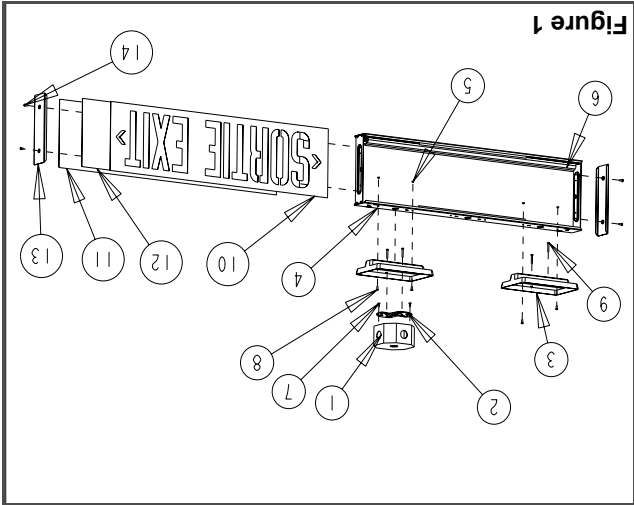

Figure 1
- Pour ouvrir l'enseigne glisser la face découpée et le diffuseur de couleur pour les sortir du boîtier (voir fig. 1).